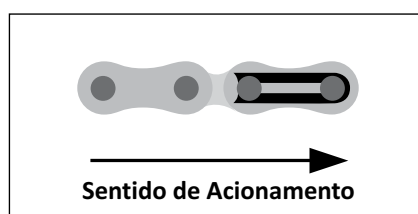

Figura 30
- g) Coloque emendas e pinos no sentido de acionamento da corrente, figura 30;